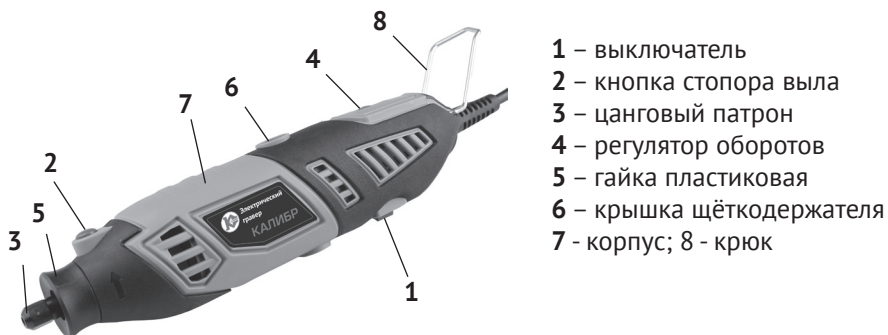

рис. 1
4.1 Общий вид гравёра схематично представлен на рис. 1
Электродвигатель расположен в пластиковом корпусе (рис.1 поз.7), состоящем из двух половин. Выключатель гравёра (рис.1 поз.1) имеет два фиксированных положения: «I» - включено и «0» - выключено. Диск регулятора оборотов (рис.1 поз.4) изменяет скорость вращения патрона в пределах от 8000 до 35000 об/мин.
6.2 Нажмите и удерживайте в нажатом положении кнопку (рис.1 поз.2) блокировки вала инструмента. Ослабьте цанговый патрон (рис.1 поз.3).
6.4 Надёжно закрепите насадку в цанговом патроне (рис.1 поз.3) плотно закрутите его, при этом следует надёжно удерживать кнопку стопора (рис.1 поз.2).
- открутить и снять пластиковую гайку (рис.1 поз.5) гравёра;
7.1 Включите гравёр с помощью выключателя (рис.1 поз.1).
7.2 Изменение скорости вращения вала электроинструмента можно выполнить регулятором оборотов (рис.1 поз.4).
- выкрутить из корпуса (рис.1 поз.7) щёткодержатели (рис.1 поз.6) со щётками;